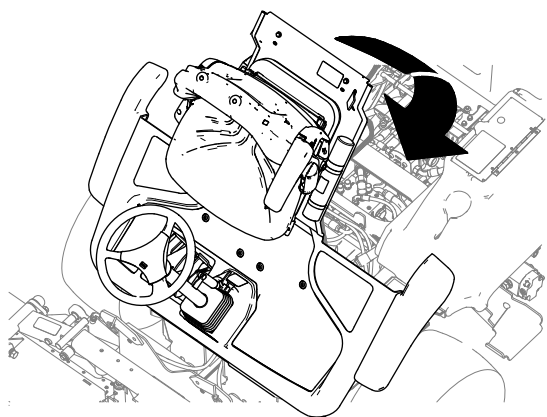

Figura 12
1. Abbassate la piattaforma con cautela (Figura 12).